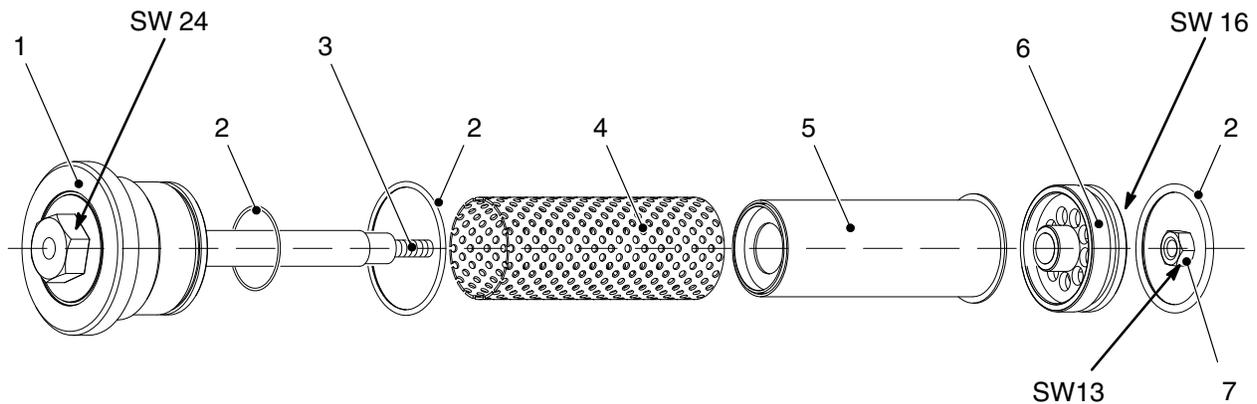

Fig. 5-9
4. Enrosque a porca (6, fig. 5-9) à mão na rosca (3, fig. 5-9). Não se pode comprimir o tecido filtrante.